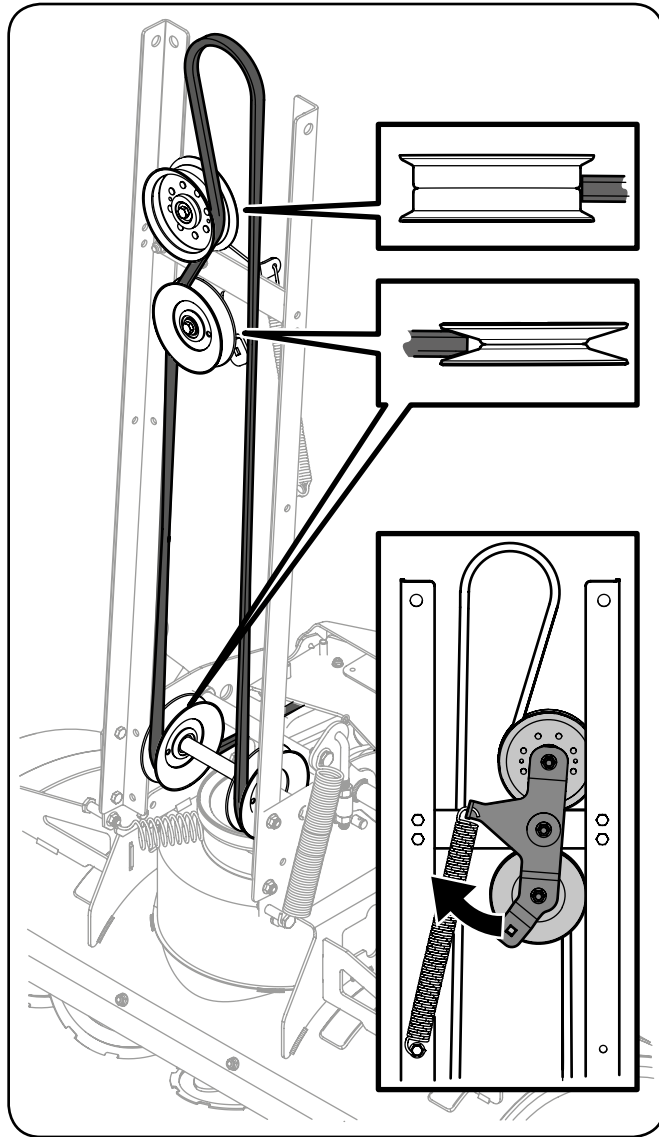

Рисунок 3-14
3. Пропустите ремень узла шнека вокруг холостых шкивов направляющей рамы, как показано на рис. 3-14.